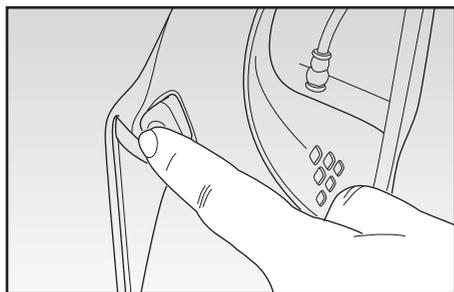

Fig. 6
- Con la parte portatile (C) correttamente assemblata nel corpo dell'apparecchio (M), premere il pulsante di accensione (B), posto sul corpo estraibile (C) ed inclinare indietro il manico nella tipica posizione di utilizzo (Fig. 6).
- Pulire le superfici ampie spingendo con la spazzola (J) in avanti. Ciò permette all'aspiratore di raccogliere i frammenti e lo sporco dal pavimento.